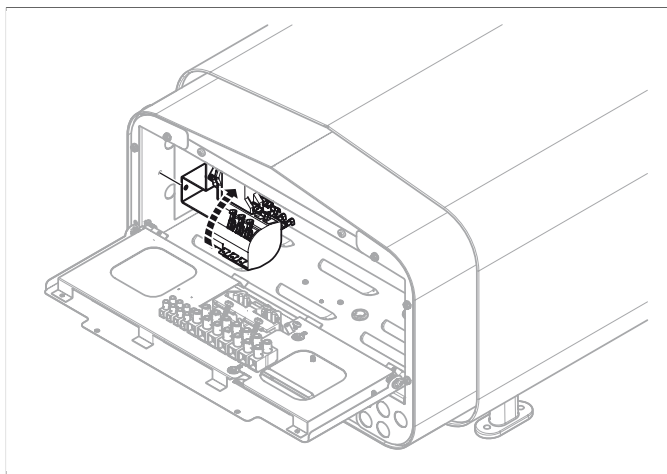

Рисунок 8: Ослабление и поворот консоли
6. Откройте консоль и снимите ее. Поверните консоль на 180 ° см. **Рисунок 8**, страница 4.